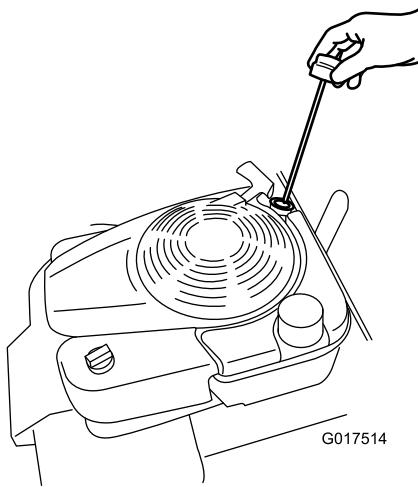

Figura 34
- Retire la varilla (Figura 34) y vierta aproximadamente tres cuartas partes de la capacidad total del cárter por el tubo de llenado de aceite.